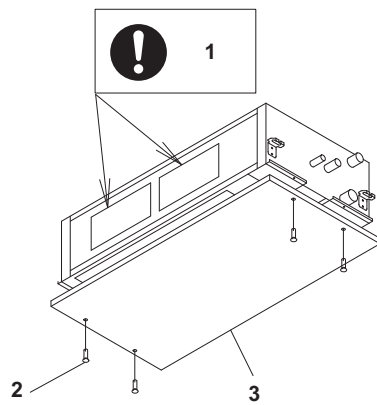

Bild 4
- Installationsmallen (5) matchas till innertakets öppningsmått. Kontrollera höjden på innertakets nedre yta från golvnivå med byggaren av innertaket.
- Centrum för öppningen i innertaket visas på installationsmallen (5).
- Fäst installationsmallen (5) på inomhusenhetens underkant med fyra skruvar (6). **(Se bild 4)**